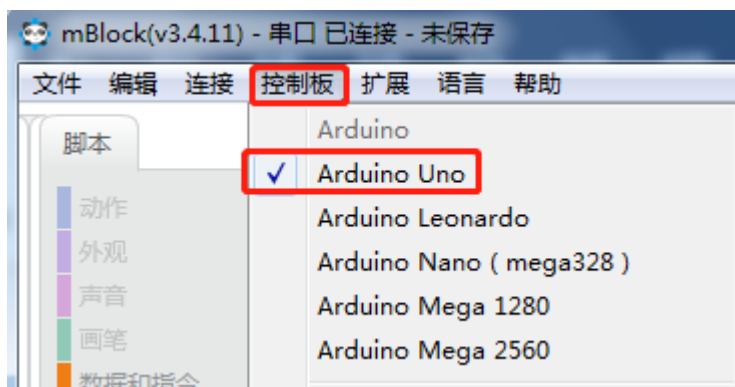
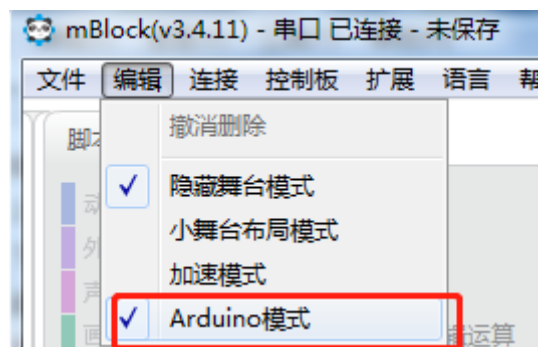

图 2-13
图 2-14
- 1) 选择程序传输的控制板类型，选择“控制板→Arduino Uno”，如图 2-13；选择“编辑→Arduino 模式”，如图 2-14 所示；